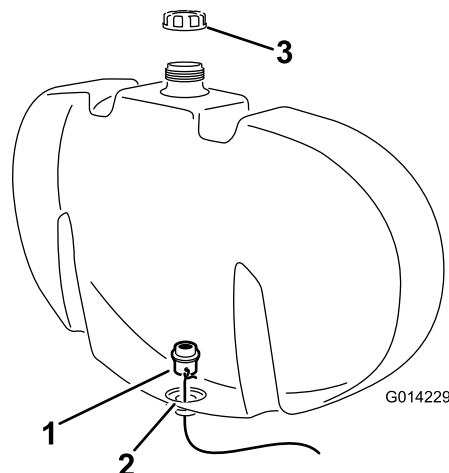

Figura 7
- E. Utilice el alambre para guiar el pasamuros hasta el orificio de la parte inferior del depósito (Figura 7).
- F. Coloque el pasamuros en su posición, asegurándose de que la junta transparente se asiente contra la pared interior del depósito de enjuague (Figura 7).